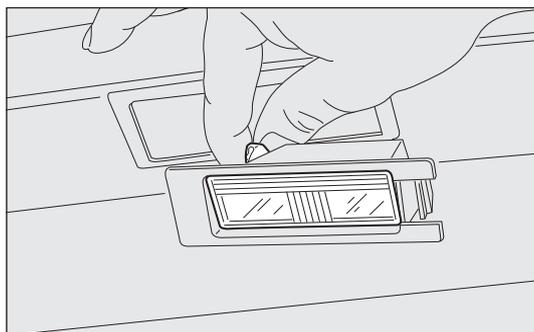

fig. 179
- remplacer l'ampoule fig. 179 en la dégageant des contacts latéraux et en s'assurant que la nouvelle ampoule soit correctement bloquée entre les contacts même ;